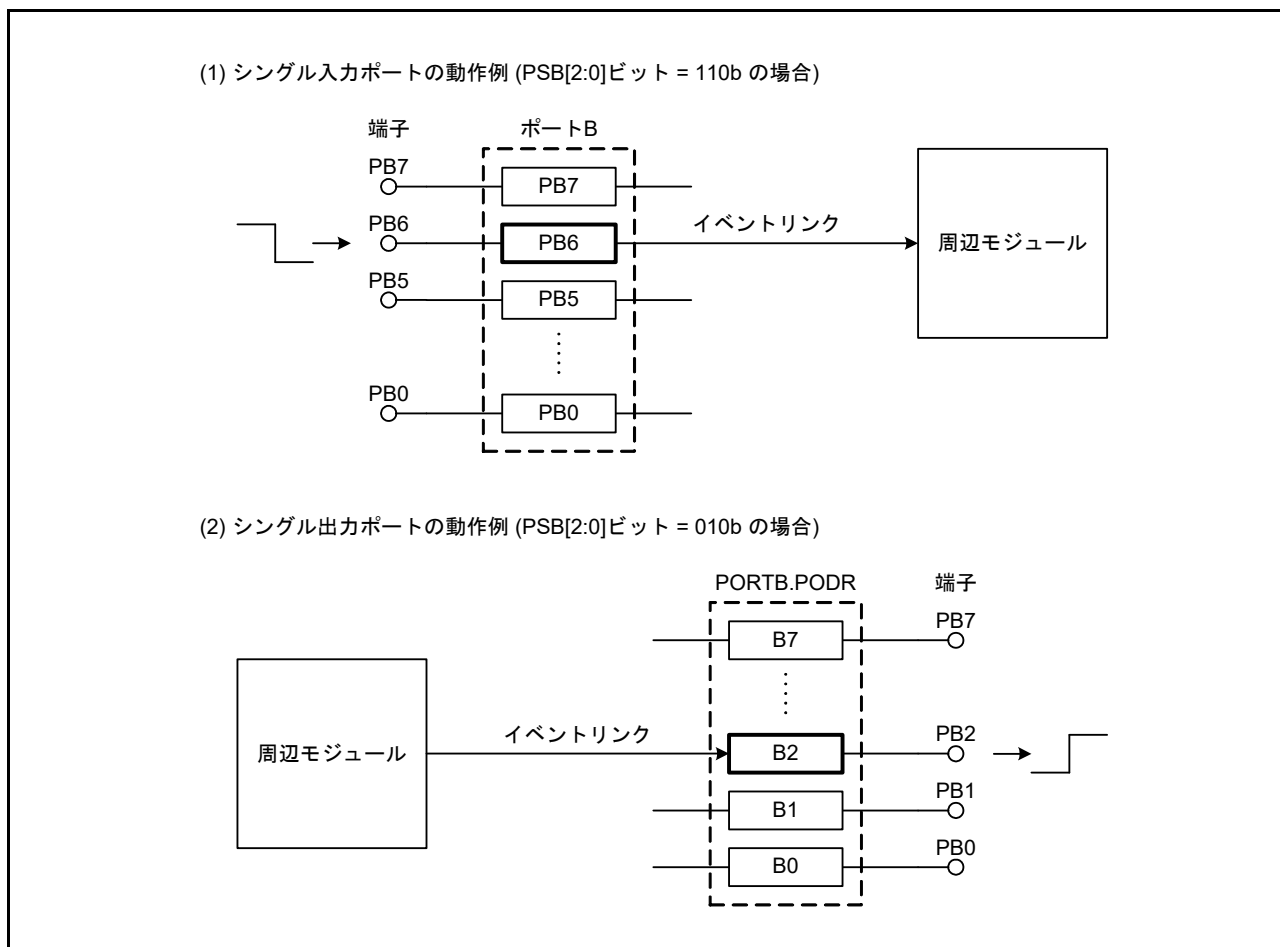

図 20.3 シングルポートのイベントリンク動作 (ポート B の場合)
(2) シングル入力ポートでのイベント発生
入力に設定されているシングルポートは、対応する端子への入力信号が変化するとイベント信号を出力します。イベント発生条件は、PELm.PSM[1:0] ビット (m = 0 ~ 3) で設定します。図 20.3 (1) にシングルポートのイベントリンク動作を示します。
(3) シングル出力ポートへのイベント信号入力
出力に設定されているシングルポートにイベント信号が入力されると、対応する端子のレベル (PODR レジスタの値) が PELm.PSM[1:0] ビットで指定したとおりに変化します。図 20.3 (2) にシングルポートのイベントリンク動作を示します。